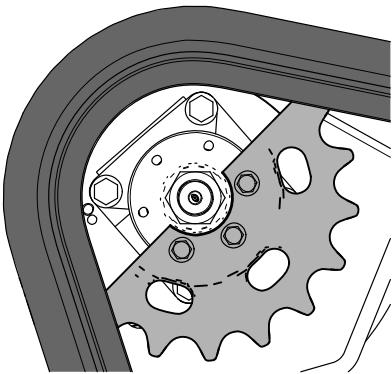

Figure 63
- Poussez la commande de déplacement en avant jusqu'à ce que l'autre moitié du pignon soit dégagée de la chenille (Figure 63).